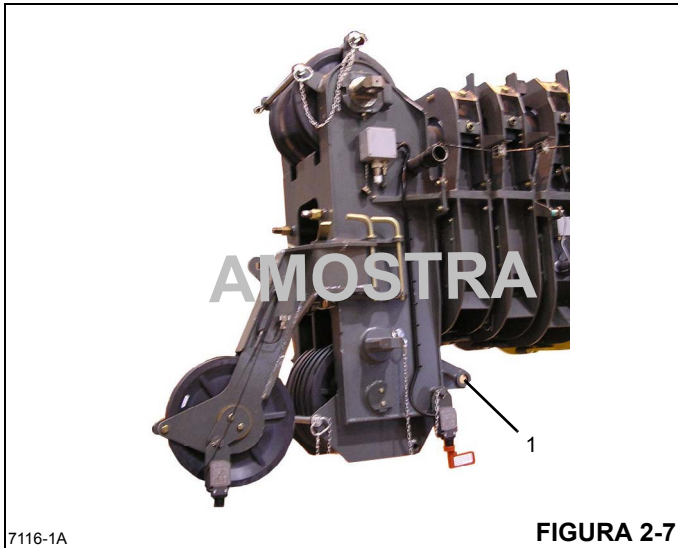

FIGURA 2-7
Não use o olhal da ponta fixa (1) (Figura 2-7) na extremidade da lança para amarrar a lança durante o transporte. Poderão haver danos no olhal e na lança resultantes do uso como ponto de fixação.